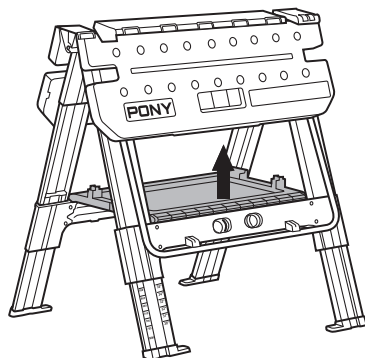

Imagen 15
2. Levante la caja de herramientas en el centro para que las patas se doblen. (Imagen 15)